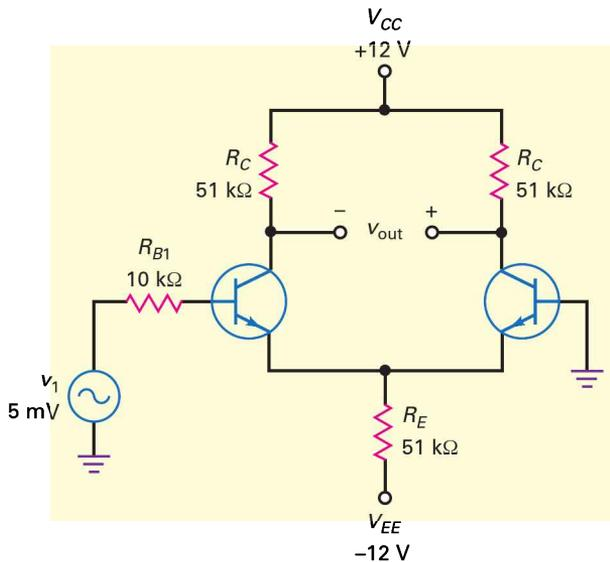

Figure 15.36
- 15.8 L'ampli diff représenté par la figure 15.36 possède $A_v = 360$; $I_{\text{in(pol)}} = 600 \text{ nA}$; $I_{\text{in(off)}} = 100 \text{ nA}$; $V_{\text{in(off)}} = 1 \text{ mV}$. Quelle est la tension d'erreur à la sortie ? Si une résistance d'adaptation de base est utilisée, que devient la tension d'erreur à la sortie ?
- 15.9 L'ampli diff représenté par la figure 15.36 possède $A_v = 250$; $I_{\text{in(pol)}} = 1 \mu\text{A}$; $I_{\text{in(off)}} = 200 \text{ nA}$; $V_{\text{in(off)}} = 5 \text{ mV}$. Quelle est la tension d'erreur à la sortie ? Si une résistance d'adaptation de base est utilisée, que devient la tension d'erreur à la sortie ?
- 15.15 Une résistance de charge $27 \text{ k}\Omega$ est introduite dans la sortie différentielle de la figure 15.36. Quelle est la tension sur la charge ?
- 15.16 Que vaut le courant dans la charge sur la figure 15.36 si un ampèremètre est placé à la sortie ?